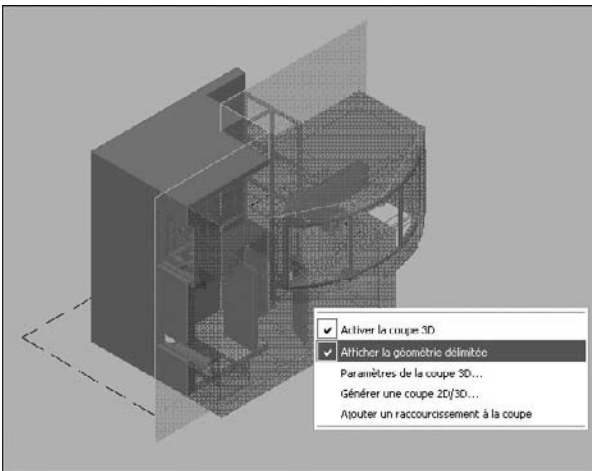

Fig.21.13
- 3 Vous pouvez néanmoins afficher la partie délimitée avec des propriétés spécifiques en sélectionnant l'option **Afficher la géométrie délimitée** (Show cut-away geometry) du menu contextuel (fig.21.13).